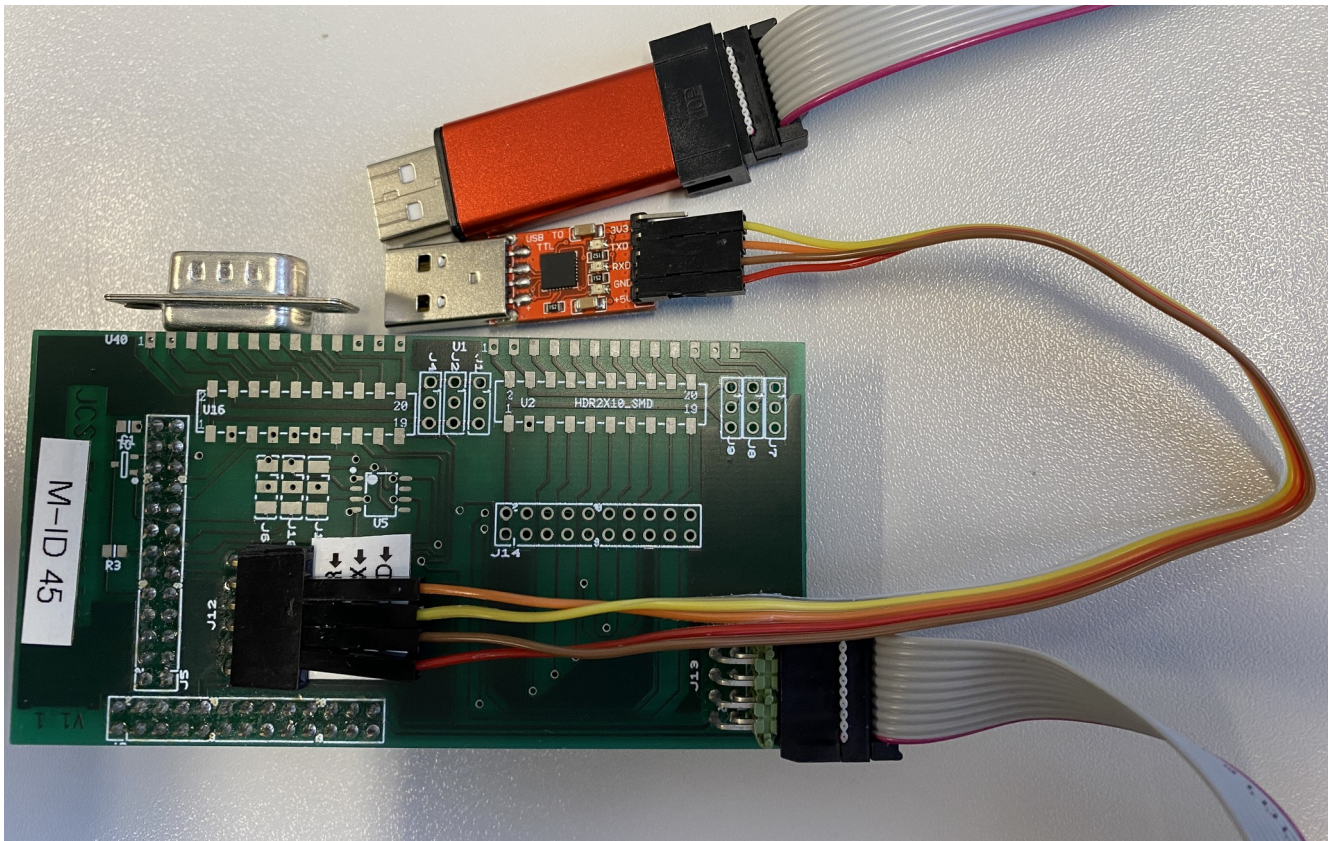

Abbildung 11: Masterplatine mit serieller und ISP Verbindung
**Warnung:** In Abbildung 11 ist der Aufbau zu sehen. Es ist wichtig zu überprüfen ob der Programmierer eine Spannung liefert (z. B. 5V), denn dann sollte die Spannungsversorgung des USB-zu-Seriell Adapters von der Masterplatine getrennt werden. Oft ist dies nicht nötig, es reduziert jedoch das Risiko eines Schadens durch Ausgleich-Ströme.